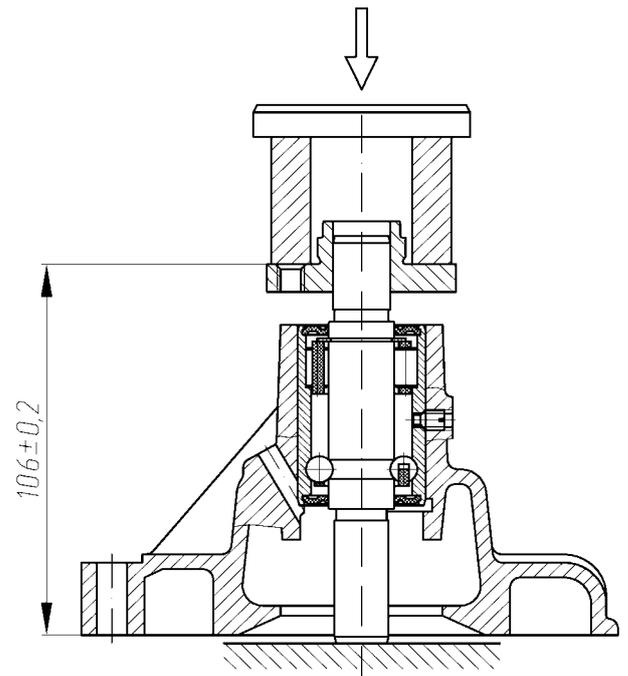

Рис.95. Напрессовка ступицы шкива водяного насоса
- напрессовать на валик подшипника ступицу шкива насоса, выдержав размер  $(106,0 \pm 0,2)$  мм (рис.95);